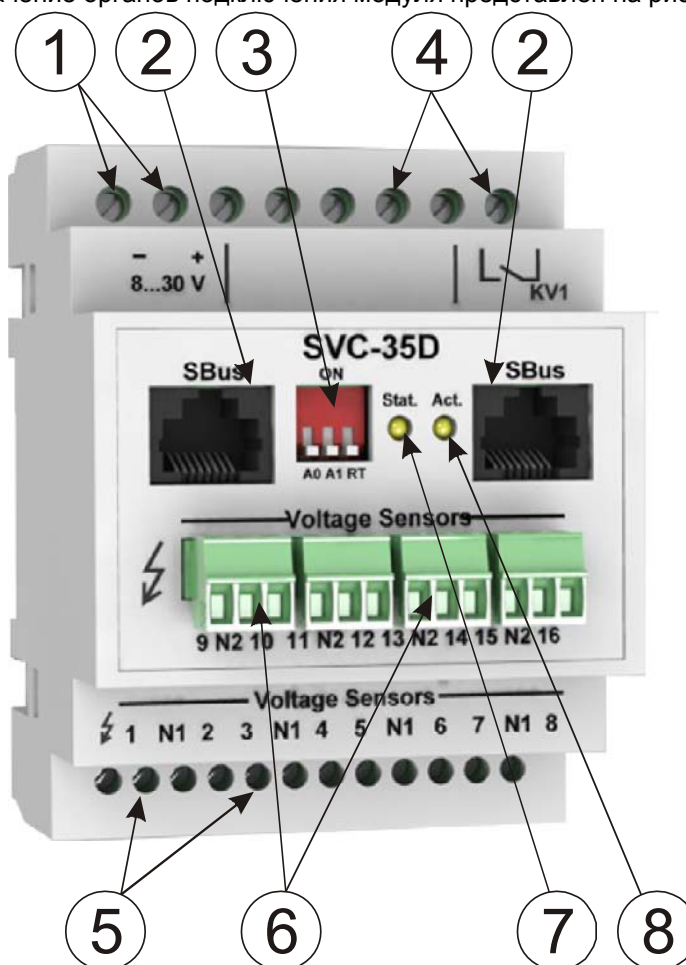

Рисунок 1 – Внешний вид и назначение органов подключения передней панели модуля
5.4 Подключите, при необходимости, терминирующий резистор "RT" модуля к шине SBus включив в положение "ON" соответствующий флажок DIP-переключателя (см. рисунок 1).
5.5 Подключите информационные кабели шины SBus к разъемам SBus модуля (см. рисунок 1) в соответствии со схемой, изображенной на рисунке 2.
- установите DIP-переключателем **3** (см. рисунок 1) адрес модуля **0x20**, в соответствии с таблицей 3;
- по истечению 30 секунд проконтролируйте по режиму работы индикатора “Stat.” (см. рисунок 1) активность выбранного протокола передачи данных;